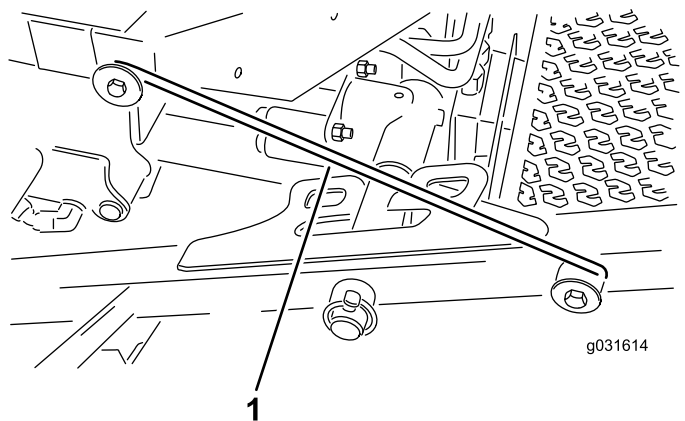

图 32
4. 从承载架固定器上松开门锁杆 (图 32)。
5. 提升前滚刀组的外侧并将门锁放置到安装在操作员平台前部的机架销上 (图 32)。